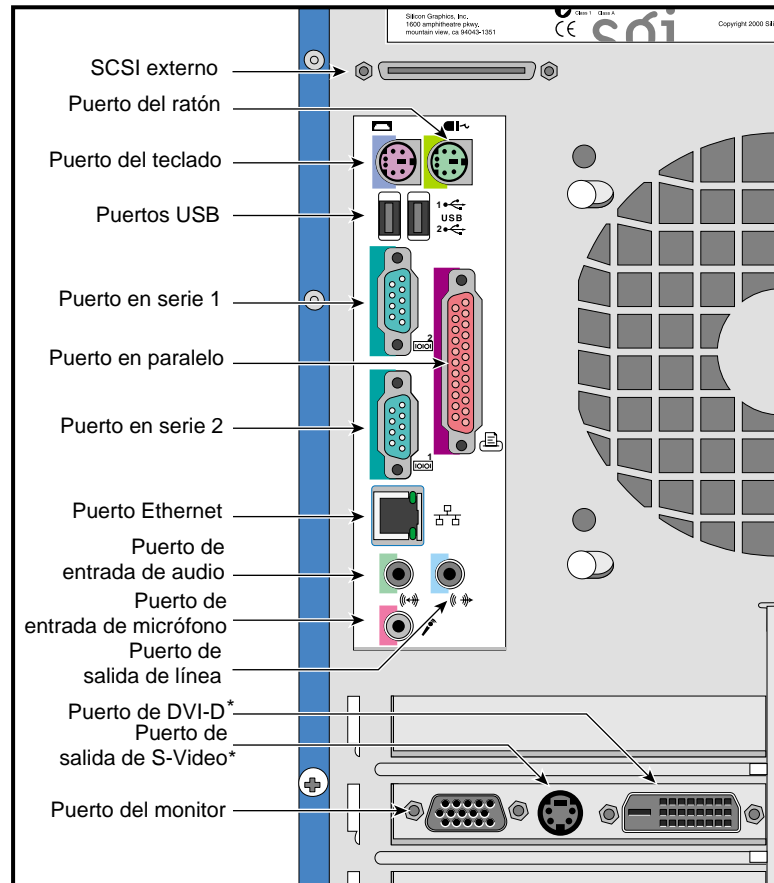

Figura 1-10 Panel de E/S
- c. Para conectar el altavoz derecho al sistema, conecte el cable al puerto de salida de línea del sistema y al puerto de entrada de señal del altavoz. Consulte la posición del puerto de salida de línea en la Figura 1-10.
7. Conecte los demás dispositivos externos a sus respectivos puertos. La Figura 1-10 proporciona una ampliación del panel de E/S.